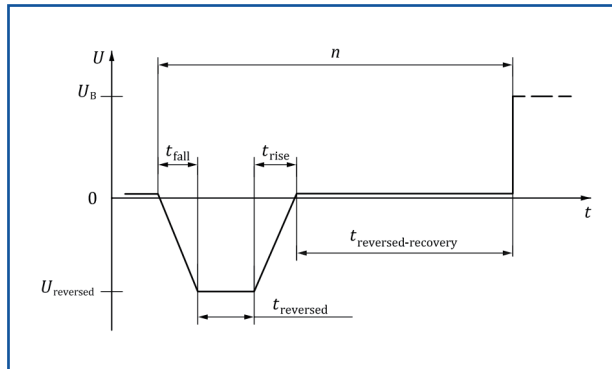

图17-反向电压测试用例2
- 在所有其他情况下，将测试电压Ureversed(见图17和表16)同时施加到被测件的所有相关输入(连接)，持续时间为(60±6)s。